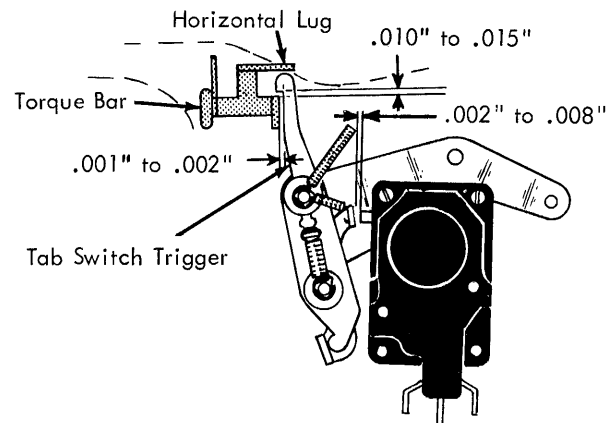

FIGURE 229. Tab Interlock Switch
1. Interlock Switch (Fig. 229)